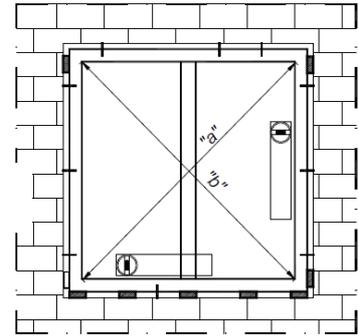

Abb. 4. - senkrechte, waagerechte und diagonale Ausrichtung des Rahmens
- senkrechte, waagerechte und diagonale Ausrichtung des Rahmens einstellen (Abb. 4 - Maximalabweichungen beachten)